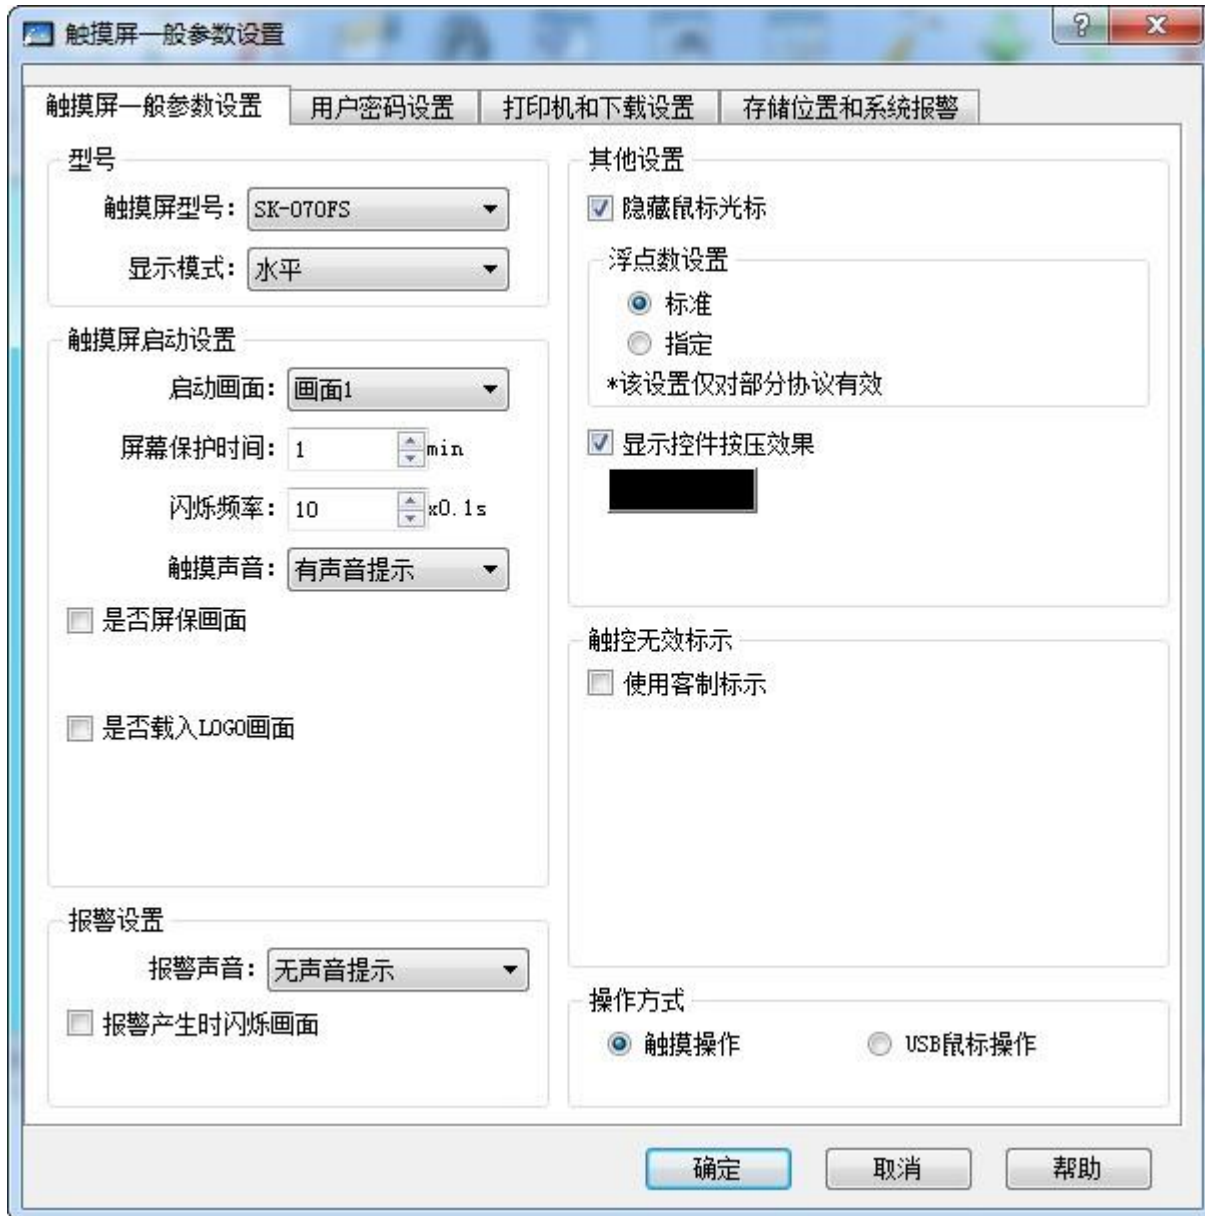

图 3-6 触摸屏参数设置一般设置对话框
1、在设定下拉菜单中，可以选择修改参数设定，也可以双击工程管理器中设置选项中的触摸屏参数设置来修改参数。弹出如下图 3-6 所示的对话框：